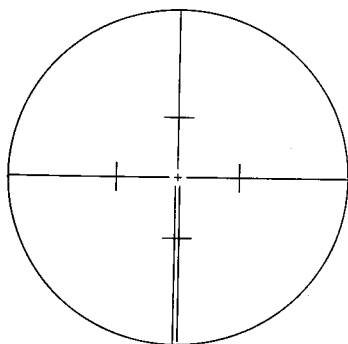

図3：1：100のスタジア線が付いた望遠鏡のレティクル
望遠鏡は、 360° 反転します。像は正立です。レティクルを合焦させるには、接眼レンズ⑬を回転させます。この接眼レンズにはジオプトリ目盛が付いていて、観測者の眼に合った設定がすぐにできます。パヨネット式リング⑭を左へ1回転させると、接眼レンズは取り外せます。レティクル（図3）の鉛直線の半分は標的を分割するための単線であり、残り半分は標的を挟むための二重線です。100×のスタジア定数を持つスタジア線は、光学式の距離測定のために使います。望遠鏡は、スリーブ⑮で合焦させます。スリーブに付いている矢印は、無限遠の方向を示しています。光学式視準部⑦は、標的へ向けて初めに視準するのに使います。日除け（特注付属品）は、対物レンズの上側に取り付けるものです。標準接眼レンズを使うと、望遠鏡の倍率は30×です。18×、24×、40×の倍率用の特注品の接眼レンズも用意してあります。5.1.8項参照。夜間または地下の作業に電気式の照明を使うときには（5.2項、図14、図15参照）、光学式視準部の下側のレバー⑯を、停止位置まで望遠鏡の対物レンズの方へ押して下さい。これで、鉛直分度盤の差し込み式ランプからの光が、望遠鏡の内部のミラーからレティクルの方へ反射します。